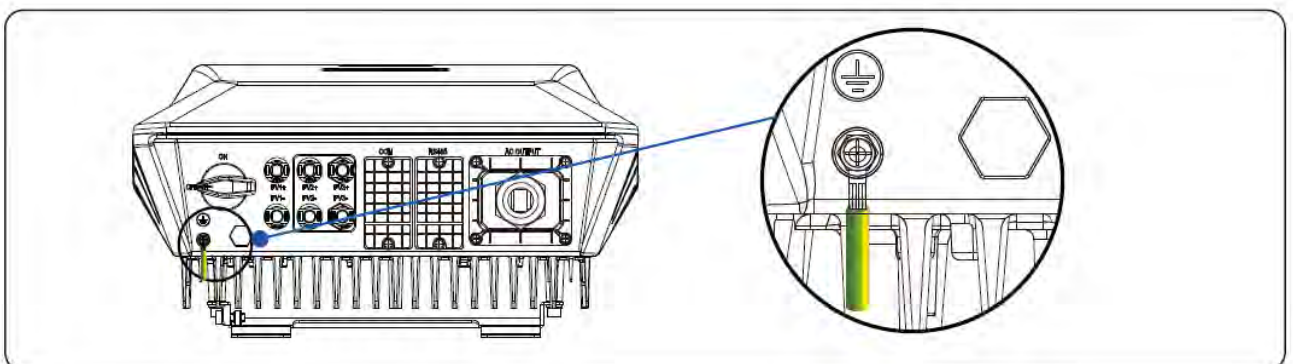

Figura 5.3 Fissare il cavo PGND
**Fase 3** Fissare il cavo PGND (eseguito nelle fasi 1 e 2) con i bulloni di terra e serrare i bulloni a una coppia di 1,2 N·m con una chiave a bussola. Assicurarsi che il filo PE sia ben collegato a terra e che l'impedenza tra il filo di terra e il filo neutro non sia superiore a 10 Ω, come mostrato nella Figura 5.3.